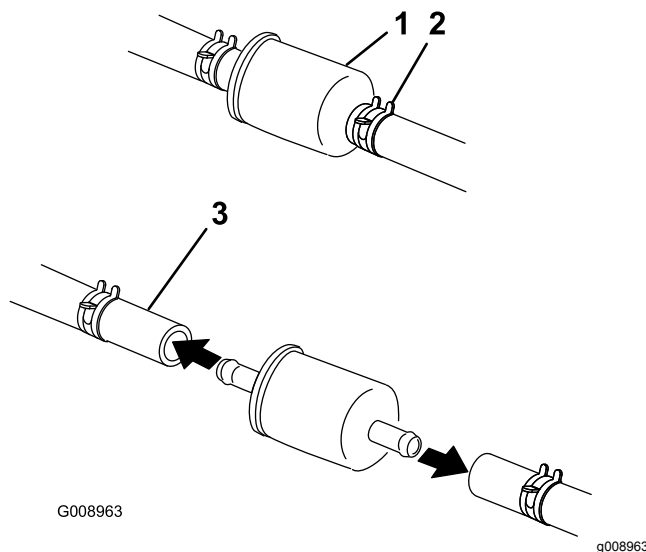

Figura 59
5. Premete le estremità delle fascette stringitubo ed allontanatele dal filtro (Figura 59).
7. Montate un nuovo filtro ed avvicinate le fascette stringitubo al filtro (Figura 59).